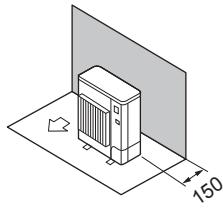

Fig. 2-7
① Alleen obstakels aan de achterzijde (Fig. 2-7)